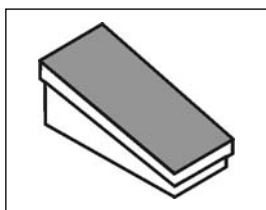

Fig. 7
2.2.3 Control remoto de pedal RC12 para soldadura MMA y TIG (Fig. 7)